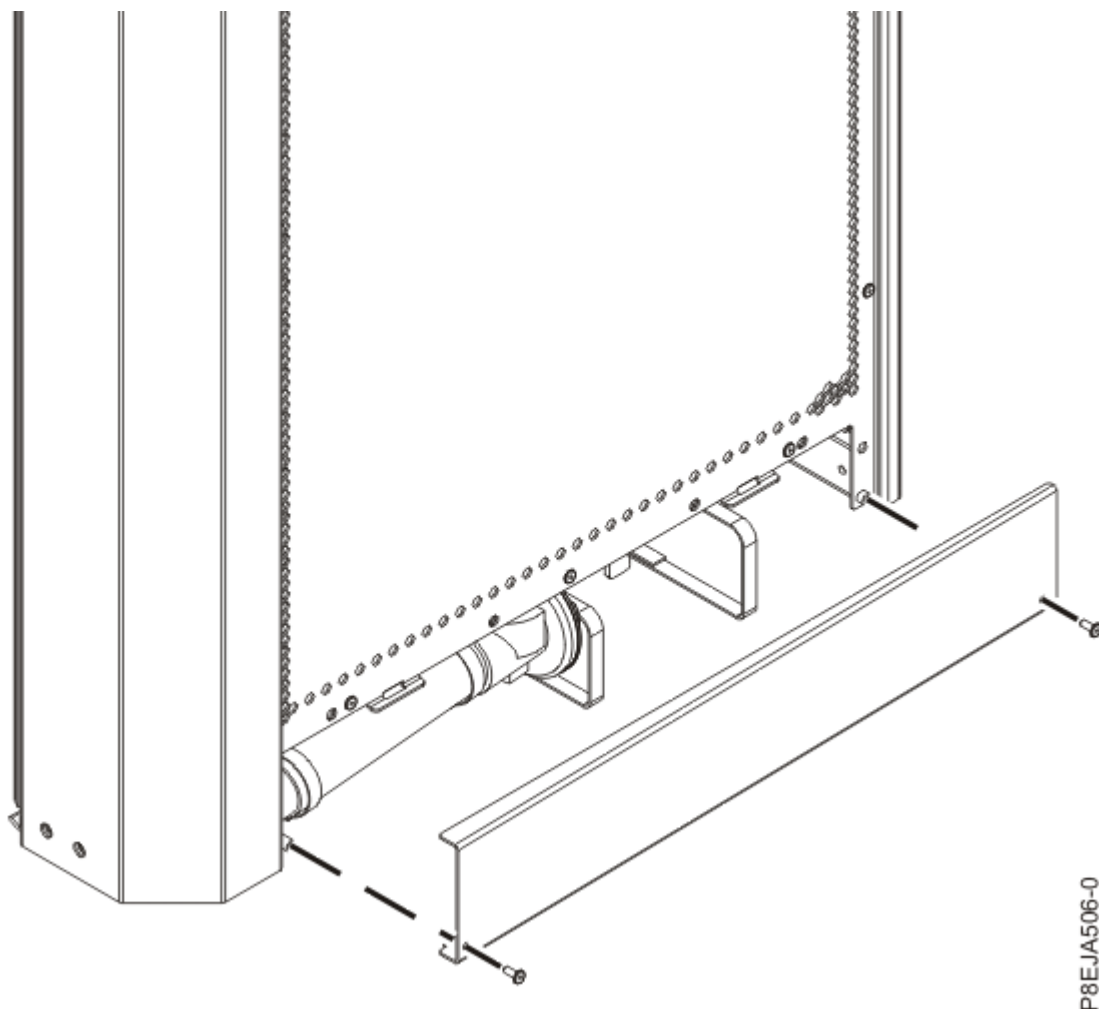

Figura 110. Instalando o painel externo da mangueira
- b. Instale o painel de acesso da mangueira externa na parte inferior fora do trocador de calor. Inclua dois parafusos M6, conforme mostrado em Figura 110 na página 157. Use uma chave de fenda de torque para apertar os parafusos a $2,5 \text{ Nm} \pm 0,2 \text{ Nm}$ (22,1 polegada lbs $\pm$ 1,8 polegada lbs).